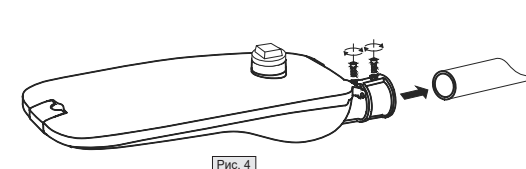

Рис. 4
- Установите светильник на кронштейн или торшерную опору, отрегулируйте его положение и затяните установочные винты (Рис. 4).